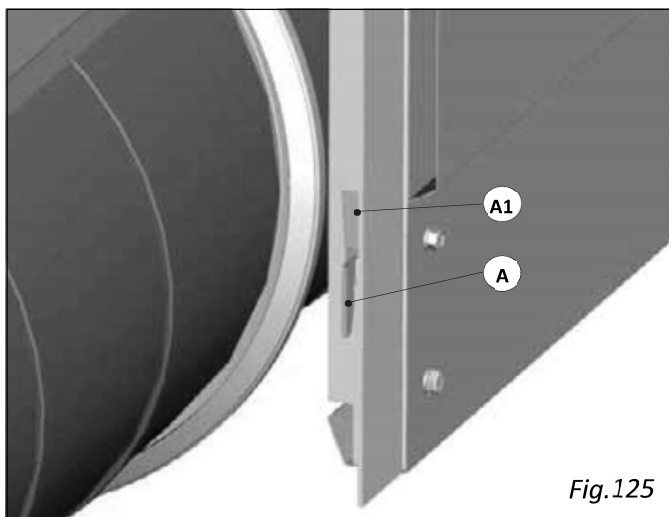

Fig.125
Dans la fig. 125 est représenté le détail d'union d'ergot-boutonnière entre deux modules radiants. Pour un meilleur visuel la paroi latérale dans la première unité a été enlevée. Dans la fi g. 126 est représentée l'union de deux modules radiants au moyen de la fixation entre les deux cadres avec la vis (D) et l'écrou (E). Pour un meilleur visuel l'isolement supérieur dans les deux unités a été enlevé.